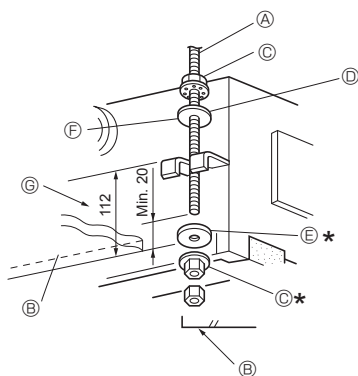
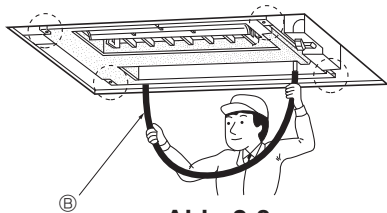

Abb. 2-7
Abb. 2-8
1. Unterlegscheiben ① ② (mitgeliefert) und die dazugehörigen Muttern (vor Ort zu beschaffen) zunächst auf die Aufhängungsschraubbolzen aufschrauben. (Abb. 2-7)
- * Dies muss in nachstehender Reihenfolge geschehen (von oben): Mutter, Unterlegscheibe mit Isolierung ②, Unterlegscheibe ohne Isolierung ①, 2 Muttern.
- * Unterlegscheibe mit Isolierung ② mit der isolierten Fläche nach unten zeigend, wie in der Abbildung dargestellt, in Stellung bringen.
2. Die Anlage in die vorgesehene Stellung anheben und ordnungsgemäß mit den Aufhängungsschraubbolzen ausrichten. Die Klammer zwischen Unterlegscheiben ① ②, die bereits angebracht wurden, einsetzen und befestigen. Dies an allen vier Stellen vornehmen.
- Ⓐ Aufhängungsschraubbolzen (3/8" oder M10) Ⓔ Unterlegscheibe ①
- Ⓓ Unterlegscheibe ② (mit Isolierung)
4. Sicherstellen, dass alle vier Ecken waagrecht ausgerichtet sind. Dazu eine Wasserwaage oder einen durchsichtigen mit Wasser gefüllten Kunststoffschlauch verwenden. (Abb. 2-8)